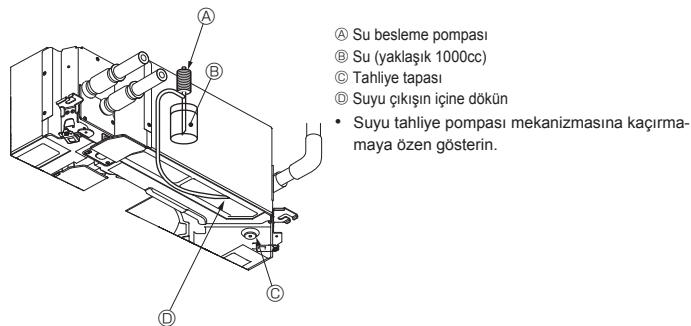

Fig. 7-5
7.4. Tahliye kontrolü (Fig. 7-5)